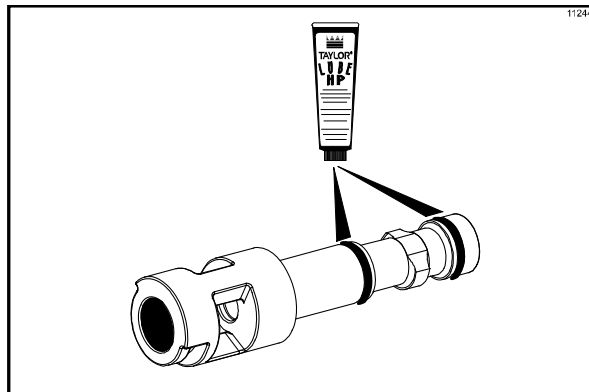

Figure 115
5. Monter l'assemblage du centrifugeur de la vanne de sortie. Vérifier que les joints toriques de la vanne de sortie ne comportent ni entailles, ni coupures. (Les changer s'ils sont abîmés ou coupés.) Si les deux joints toriques de la vanne de sortie sont en bon état, les glisser dans les rainures de la vanne de sortie et lubrifier (Cf. Figure 115).